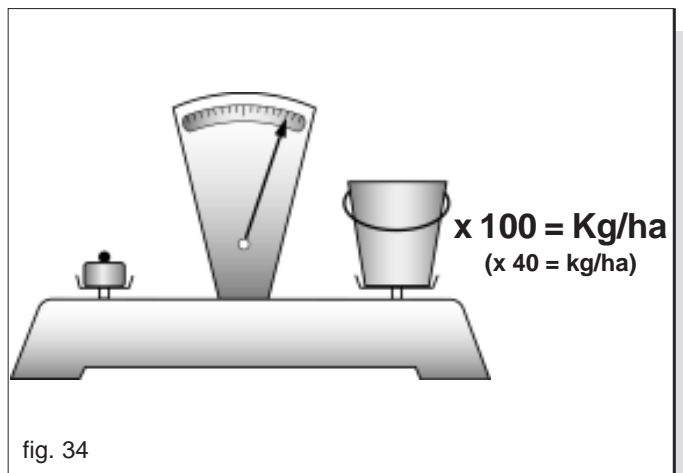

fig. 34
- 7) Pesar la cantidad de semilla recogida en las cubetas y multiplicarlo por 100 o por 40 según de las rotaciones efectuadas, el valor obtenido será igual a la cantidad en kilogramos distribuida por hectárea (Fig. 34).